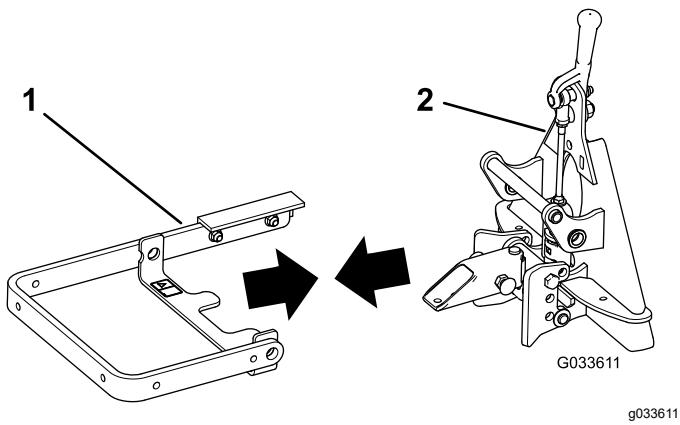

Figura 4
1. Alinee los taladros del brazo de elevación con los taladros del conjunto QAS (Figura 4).